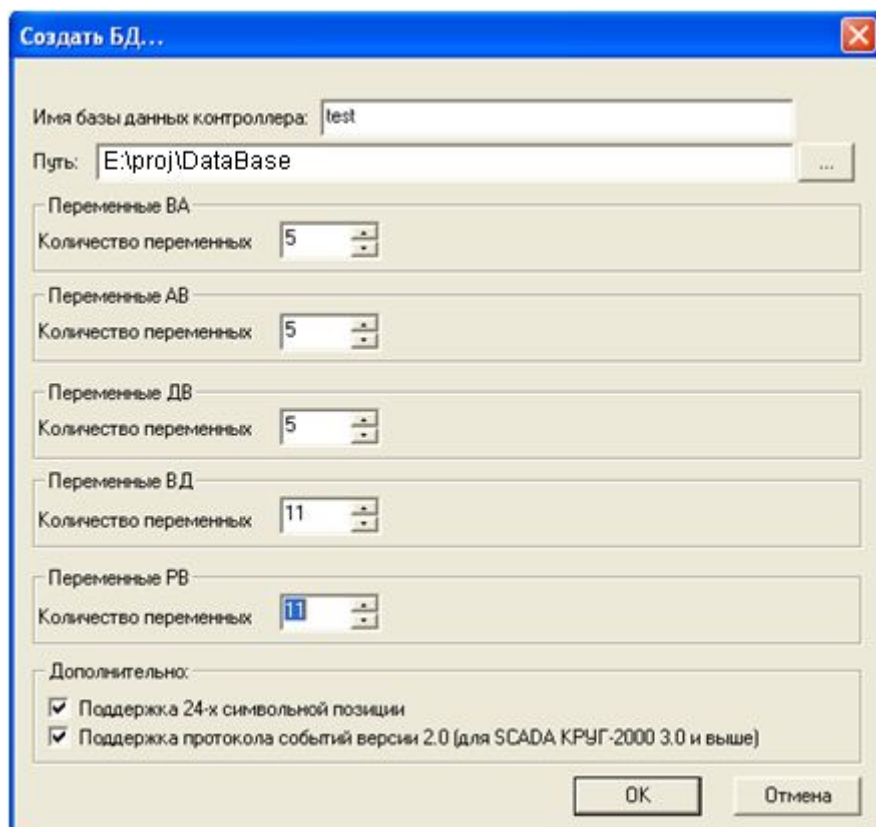

Рисунок 2.7 – Окно «Создать БД...»
- 2 В появившемся окне «Создать БД...» (рисунок 2.7) задать следующие параметры БД: